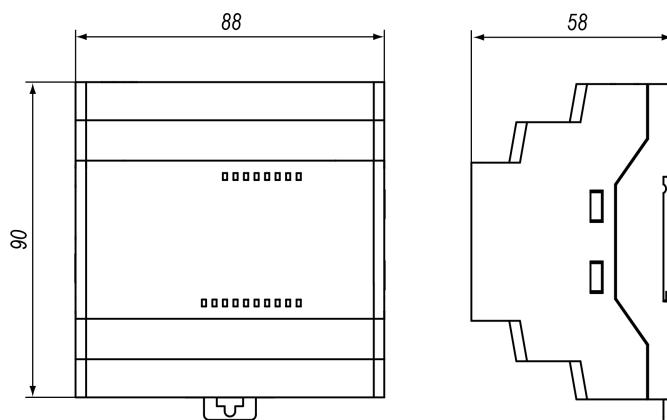

Рисунок 4.1 – Габаритные размеры
- Подготовить на DIN-рейке место для установки в соответствии с размерами прибора (см. рисунок 4.1).